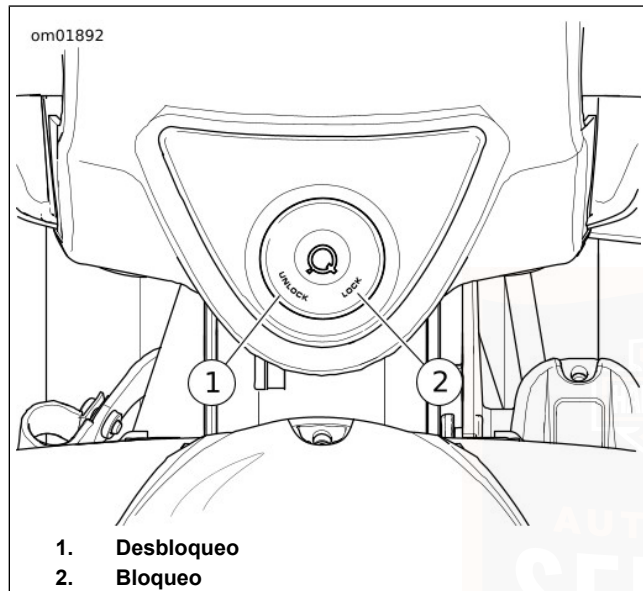

Figura 5. Bloqueo de la horquilla: FLRT
Vea Figura 5. En los modelos FLRT, el bloqueo de la horquilla está localizado en la parte superior del cabezal de dirección, atrás de la nacela del faro delantero e incrustado en la cubierta de la abrazadera del manillar.
2. Vea Figura 5. Inserte la llave y gírela hacia la izquierda a la posición LOCK (bloqueo). Retire la llave.